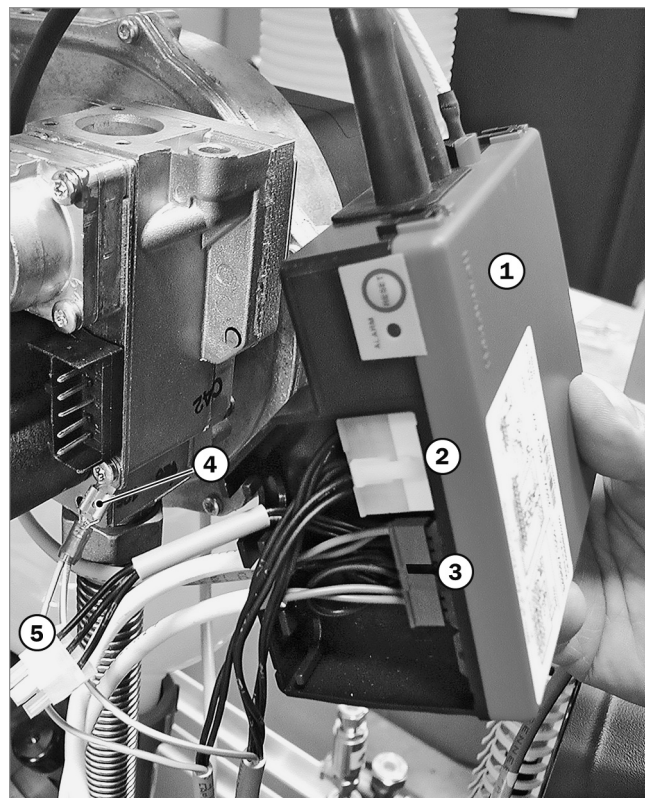

Abb. 33: Feuerungsautomat anschließen
1. Den eSTB-Fühler am Stecker → Abb. 33 (5) des Brennerkabelbaumes aufstecken.